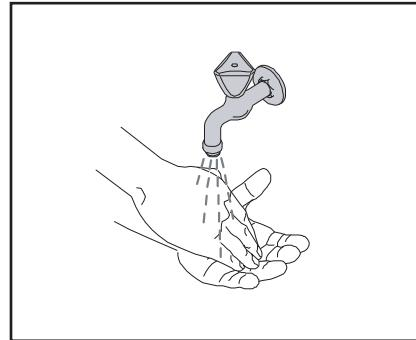

Рис. 3
- Прежде чем взять упаковку с концентратом, вымыть руки. (Рис. 3)